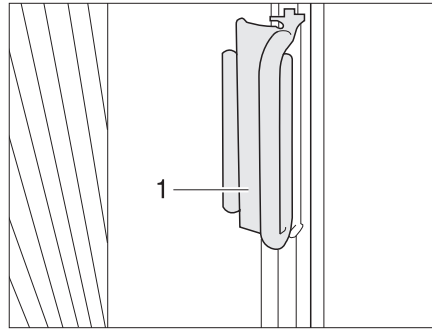

Bild 29 Verriegelung Faltdunkelung
- Die Faltdunkelungen für das Fahrerfenster und das Beifahrerfenster mit dem Griff (Bild 29,1) auf den Aufsatz schieben. Die Faltdunkelung ist gesichert.